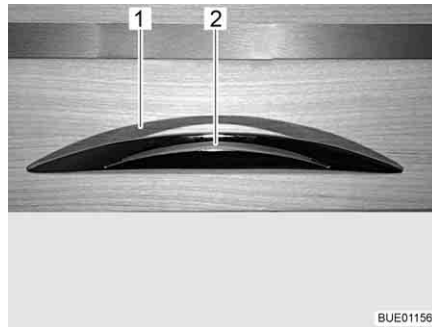

Bild 53 Möbelklappe mit Entriegelungsgriff
- Entriegelungsgriff (Bild 53,2) drücken und gedrückt halten.
- Am Entriegelungsgriff (Bild 53,1) ziehen, bis die Möbelklappe offen ist.